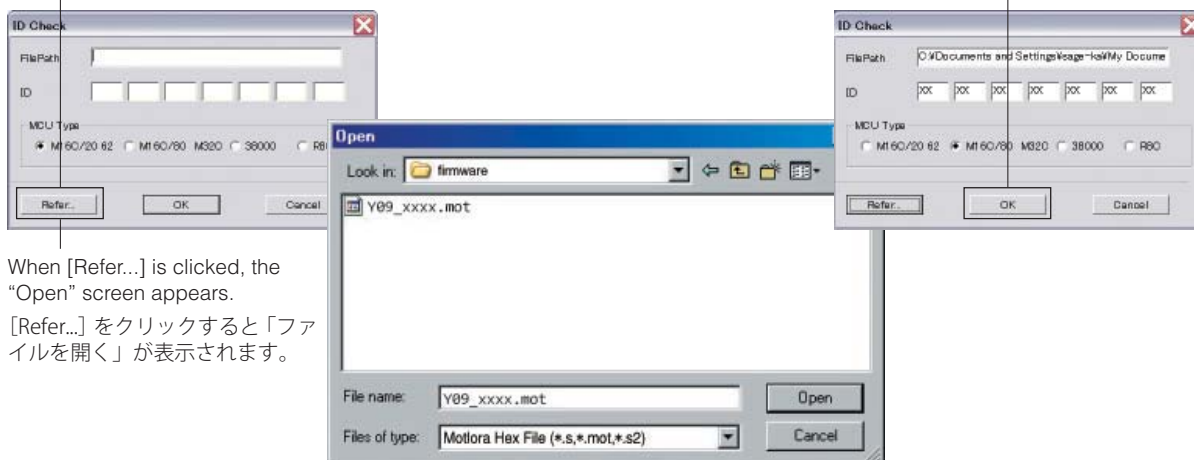

Fig. 3
4. Click [Refer...]. (Fig. 3)
\* The ID and MCU Type are loaded automatically when the file is selected. (Fig. 3)
Click [OK]. (Fig. 3)
4. [Refer...] をクリックし、書き込むファームウェアを選択します。(Fig. 3)
※ ID、および MCU Type は書き込みファイル選択後、自動的に取り込まれます。(Fig. 3)
[OK] をクリックします。(Fig. 3)